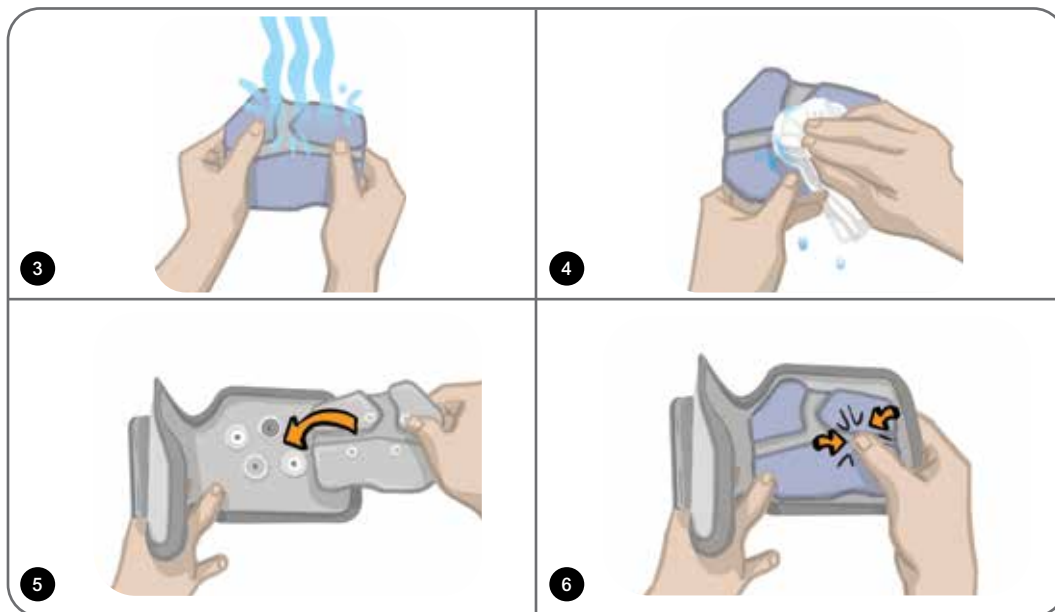

Bild 11-4: Byta styrelektroden
**Så här byter du styrelektrodena (se bild 11-4):**